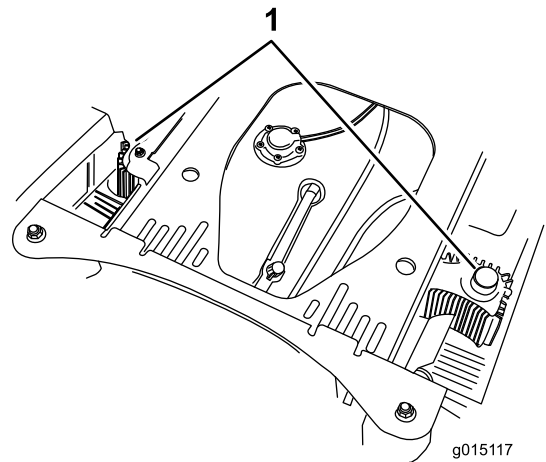

Figure 84
4. Débarrassez les protections de l'unité hydraulique de l'herbe et des débris accumulés (Figure 84).